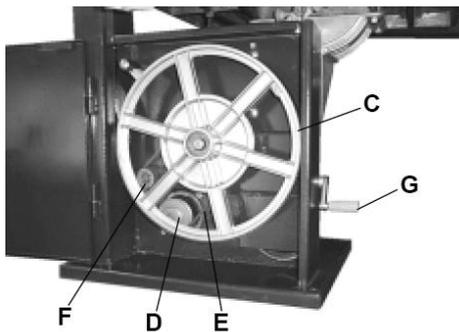

Рис. 24
Нижній шків (C) Рис. 24.
- Один шків знаходиться на проміжній осі, а інший – на осі двигуна (D) (рис. 24).
- «V»-подібний ремінь (E) (Рис. 24) проходить через шків на проміжній осі, через шків на осі двигуна та через плоский натяжний ролик (F) (Рис. 24). Натягнення ременю здійснюється за допомогою рукоятки (G) (Рис. 24).